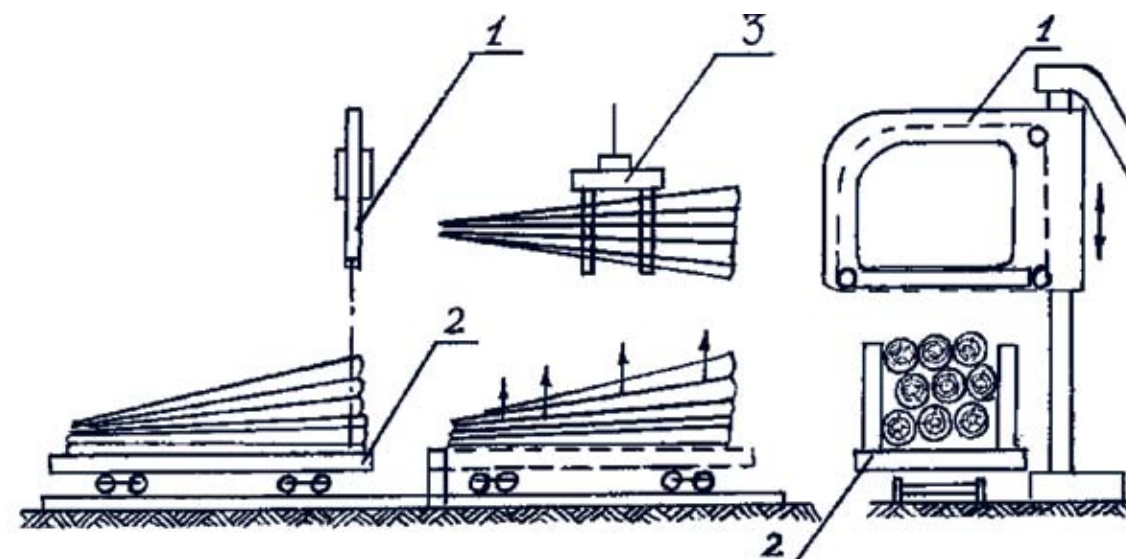

Рис. 4. Раскряжечная установка для групповой раскряжки хлыстов
Установка для групповой раскряжки хлыстов (рис. 4) состоит из стационарной цепной пилы (1) и